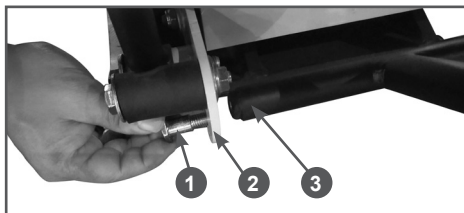

Рис. 16 Установка тележки
- Совместите отверстия в раме двигателя 2 и оси 3 транспортировочной тележки, с внешней стороны рамы вставьте в эти отверстия болты 1 и закрутите их (Рис. 16).